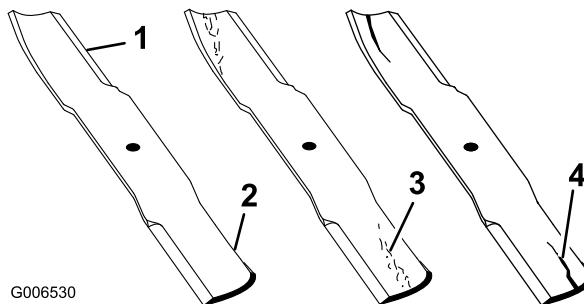

Figura 22
2. Examine cuidadosamente los extremos de corte de la cuchilla, sobre todo en el punto de reunión entre la parte plana y la parte curva de la cuchilla (Figura 22). Puesto que la arena y los materiales abrasivos pueden desgastar el metal que conecta las partes curva y plana de la cuchilla, compruebe la cuchilla antes de utilizar la máquina. Si observa señales de desgaste (Figura 22), cambie la cuchilla; consulte Cómo retirar la cuchilla.
Si se permite que la cuchilla se desgaste, se formará una hendidura entre la vela y la parte plana de la cuchilla (Figura 22). Con el tiempo, una parte de la cuchilla podría desprenderse y salir lanzada desde debajo de la carcasa, posiblemente causando lesiones graves a usted o a otra persona.